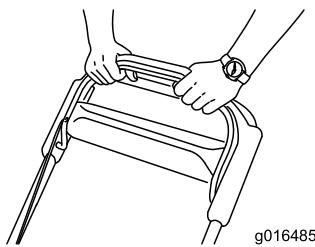

Рисунок 22
- Удерживайте штангу управления ножом прижатой к рукоятке (Рисунок 22).
- Поднимите и удерживайте задний отражатель (Рисунок 22).
- Снимите заднюю выпускную пробку, нажав вниз на защелку большим пальцем и вытянув пробку из машины (Рисунок 22).